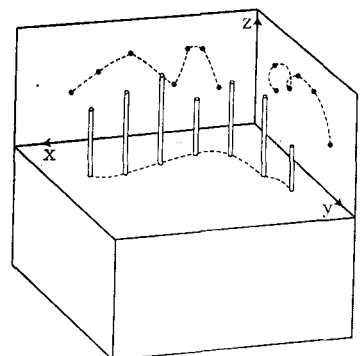

図3
仕掛けはこれだけだが, さらに凝ったものにしたければ工夫はいろいろできる。たとえば, ①棒の先端には螢光塗料で色をつけたり, ウッドビーズをとりつけたりしておけば見やすくなる。②箱をもう1つ用意して, カッターナイフで切り開き, xz -平面や yz -平面を示す衝立をつくる。(図3)...